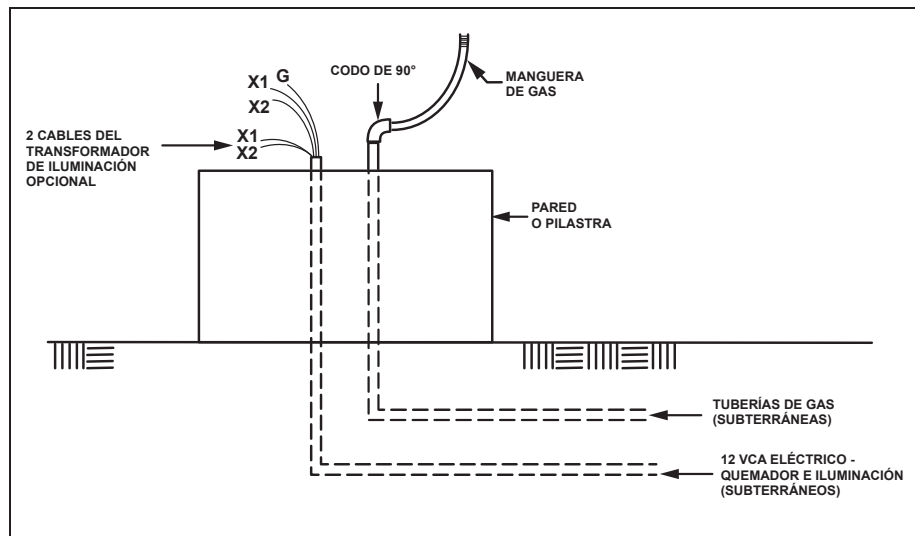

Figura 8. Instalación del codo de 90° y de la manguera de gas
- En cada candelabro, instale un codo de tubo de gas de 90° en la línea de gas. A continuación, instale la manguera de gas suministrada en el codo de tubo de 90°, como se muestra en la Figura 8. No tuerza ni doble en un radio ajustado la manguera de gas. Asegúrese de que la conexión de gas esté ajustada y no haya fugas. Ubique la manguera fuera de las trayectorias donde las personas podrían tropezar con ella o de áreas donde la manguera podría estar sometida a daños accidentales.